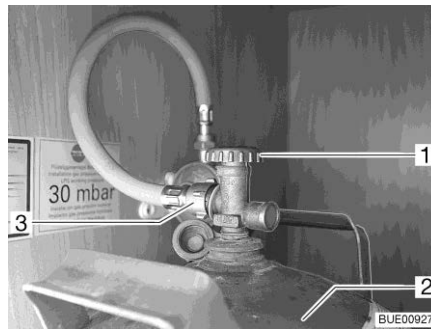

Bild 94 Gasbox
- Stäng huvudavstängningsventilen (Bild 94,1) på gasflaskan (Bild 94,2). Beakta pilriktningen.
- Skruva loss gasslangen (Bild 94,3) från gasflaskan.